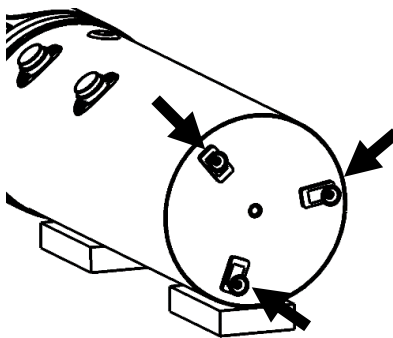

Fig. 2c;
- Monte os pés ajustáveis no dispositivo* Fig. 2c